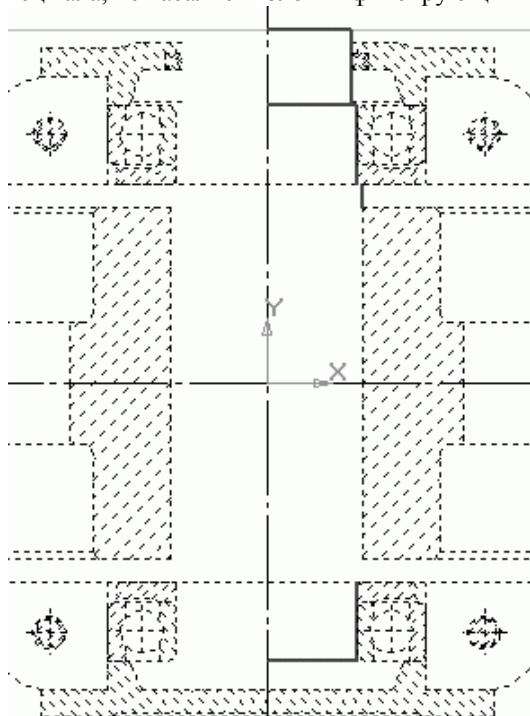

Рис. 2.97. Вычерчивание ведомого вала (все слои, кроме системного и текущего, переведены в фоновый режим)
2. Используя команду Непрерывный ввод объектов или последовательный ввод нескольких отдельных отрезков, сформируйте на слое изображение, показанное на рис. 2.97. Надеюсь, у вас не возникнет никаких трудностей, так как точных параметров или размеров при вводе геометрических объектов задавать не нужно. Все построение осуществляется только при помощи привязок. Единственная вспомогательная прямая служит для фиксирования границы участка вала под уплотнение. Она удалена от края выступа крышки подшипника на 5 мм (это достаточное расстояние, чтобы шкив или звездочка, насаженная на выходной конец вала, не касались головки фиксирующих крышки винтов).